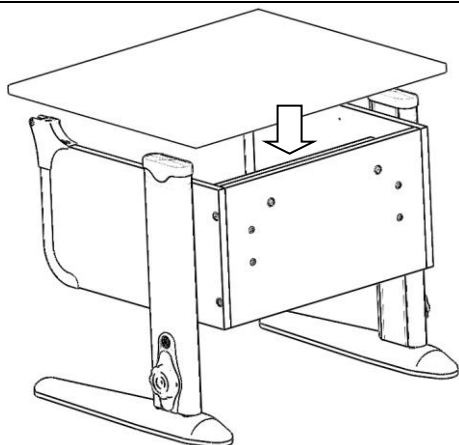

Рис. 15
5.5.3. Установка столешницы на основание стола. См. рис. 15, 16.
На основание стола (сборка по п.5.4.2) положить сверху столешницу (сборка по п.5.5.2) так, чтобы выступы верхних частей шарниров входили в пазы нижних частей шарниров, а оси отверстий совпадали, см. рис.15.